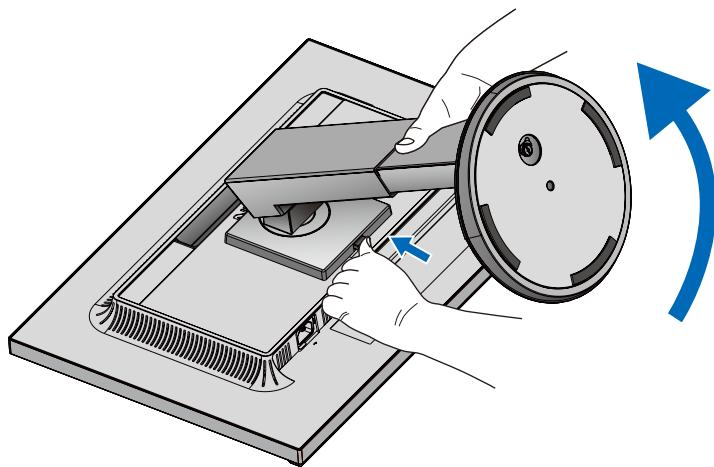

图 S.1
3. 将显示器面朝下放在一个不会造成磨损的表面（图 S.1）。
按箭头所示方向按下快速释放杆（图 S.1）。
5. 提起底座，将它与显示器分离（图 S.1）。